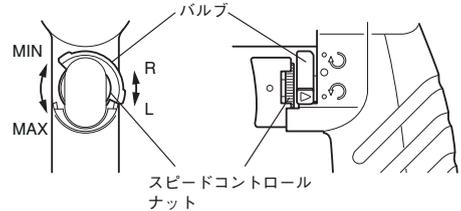

図7
5-4 回転数の調整方法 (図7)
5-5 回転方向の切り替え (図7)
(2) タッピングペーストをタップに塗布してください。
(3) バルブが正回転になっている事を確認してください。(図7)
(4) タップを下穴に合わせてから、タッピングを開始してください。